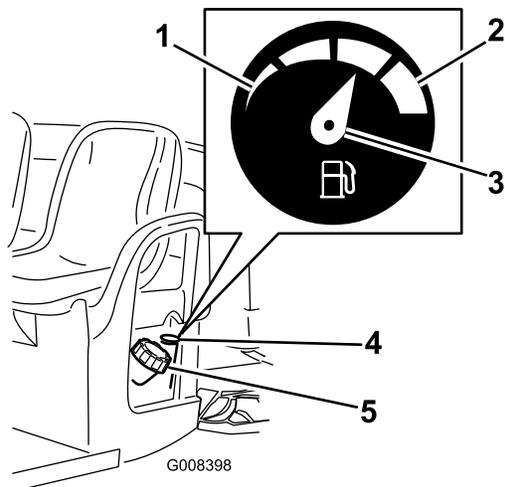

図 12
4. 燃料タンクのキャップ  図 12 の周囲をきれいに拭く。